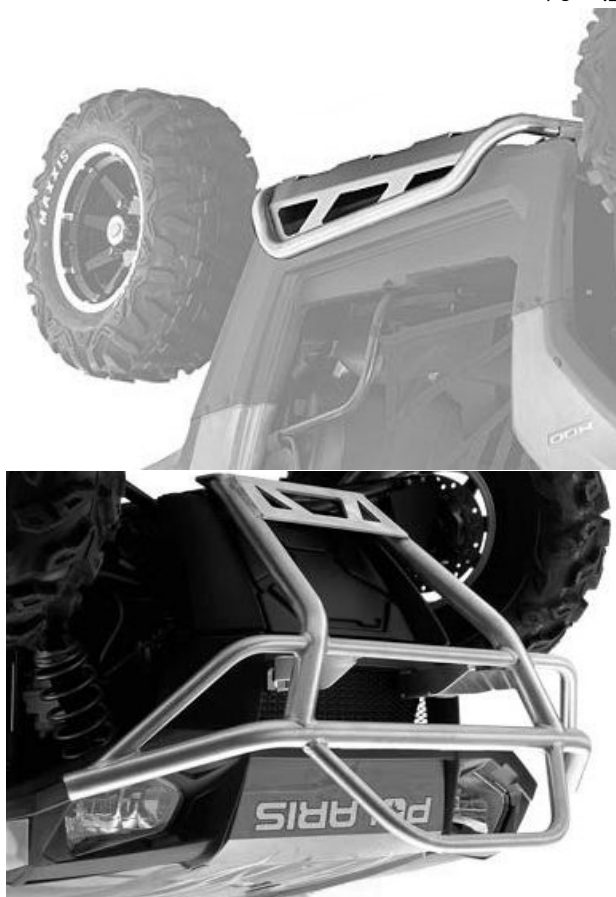

Fig. 31
4. Optionnellement, désinstaller le pare-chocs avant et les protecteurs latéraux, sur les véhicules équipés de ces options, en cas d'interférence entre ces accessoires et les systèmes de traction. Voir Fig. 31